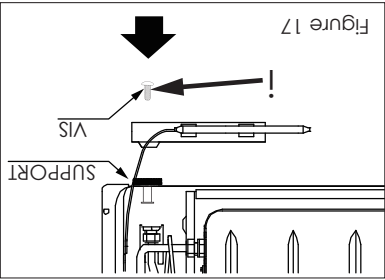

Figure 17
2. Placer le capteur du thermostat sous le bas à droite du support et fixez-le avec la vis moyenne (ii) qui fixent l'appareil au support comme indiqué dans les figures 17 et 18